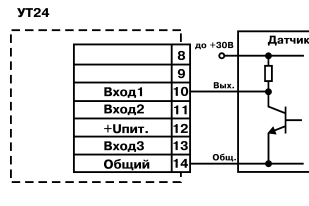

Рис. 12
- другие типы датчиков с выходным напряжением высокого уровня от 12 до 30 В и низкого уровня от 0 до 4 В (рис. 12). Входной ток при напряжении низкого уровня не превышает 15 мА.